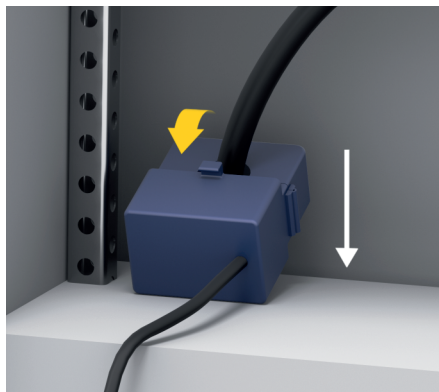

Fig. 15: Exemplo de instalação do sensor de corrente
- Certifique-se de que o sensor tem o sentido de medição correto (Fig. 15, seta branca).
- ▶ Selecione um local de instalação que permita encaminhar os cabos a direito, e tenha em atenção o sentido de medição (**seta a apontar para a carga**) (Fig. 15, seta branca).
- ▶ Insira o cabo de instalação no sensor de corrente e feche a tampa do sensor (Fig. 15, seta amarela).